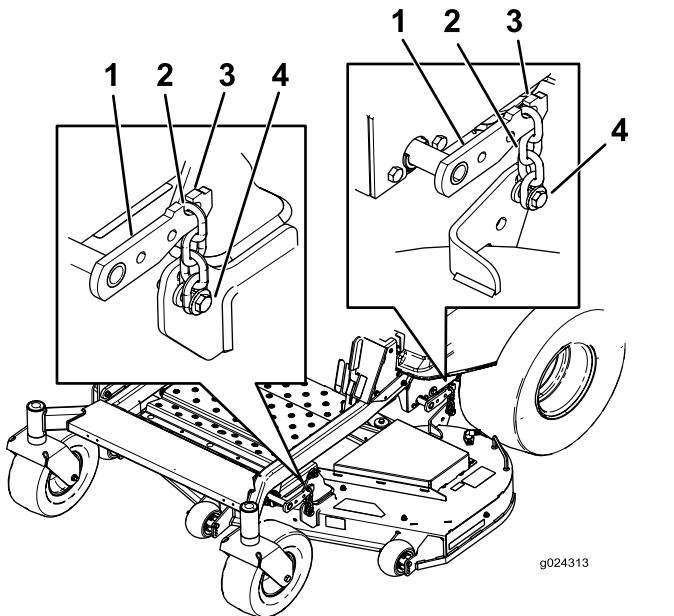

Figura 65
- Retire las cadenas de los ganchos de los brazos de elevación de la carcasa (Figura 65).
- Eleve la parte trasera de la carcasa de corte y conecte las cadenas a los brazos de elevación traseros (Figura 65).
- Conecte las cadenas delanteras a los brazos de elevación delanteros (Figura 65).